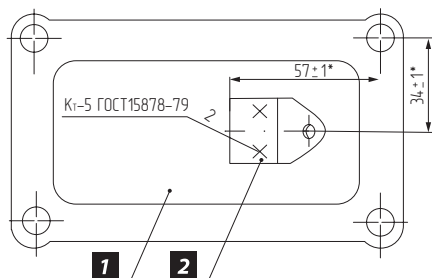

Рис. 17
5. Кронштейн оттяжной пружины (из комплекта) приварите или закрепите болтами к крышке люка установки механизма, как показано на **Рис. 17**.